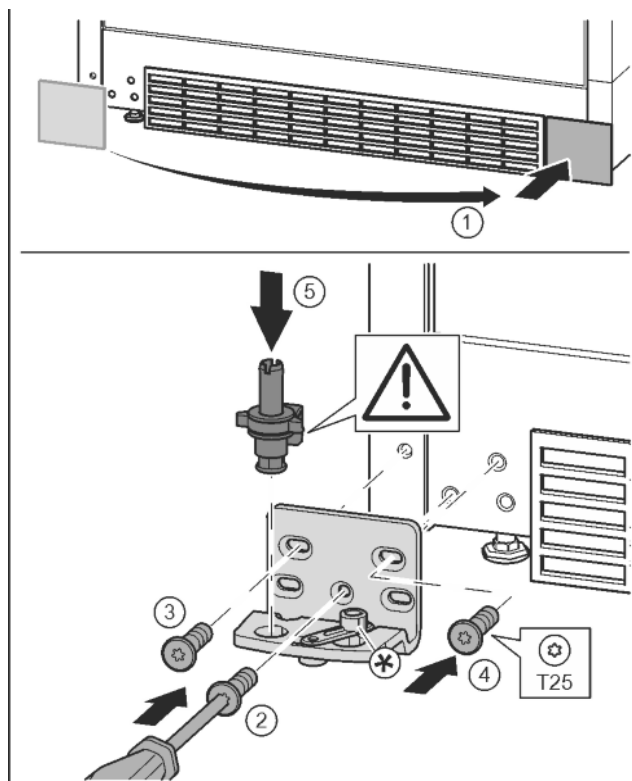

Fig. 18
- ▶ Zdjąć osłonę i założyć z drugiej strony. Fig. 18 (1)
- ▶ Płytkę zawiasu założyć z drugiej strony i przykręcić przy pomocy śrubokręta T25. Rozpocząć śruby 2 dolnej umieszczonej na środku. Fig. 18 (2)
- ▶ Dokręcić śrubę 3 i 4. Fig. 18 (3, 4)
- ▶ Założyć cały sworzeń płytki zawiasu. Przy tym zwrócić uwagę, by krzywka zatrzaskowa wskazywała do tyłu. Fig. 18 (5)